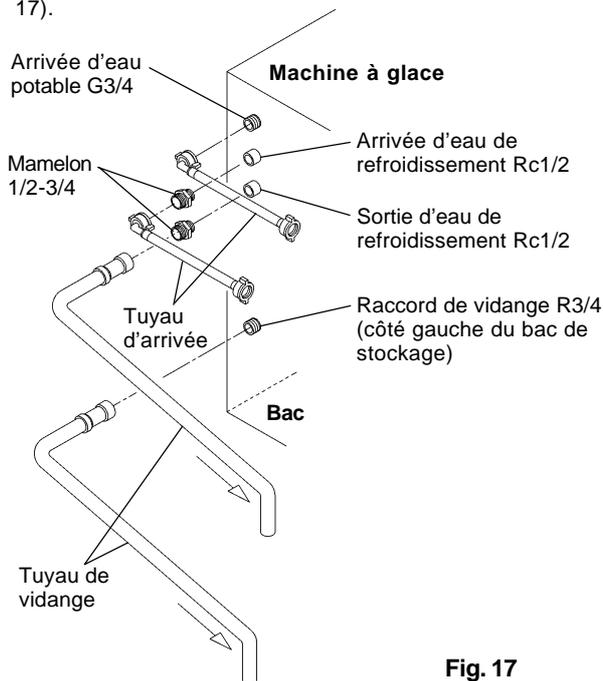

Fig. 17
[b] Raccordements en dehors des réglementations WRC à l'aide des tuyaux des accessoires (Fig. 17)
- 2) Utilisez les tuyaux des accessoires livrés pour effectuer les raccordements du condenseur et suivez les notices indiquées de 1 à 3 sous [a] jusqu'aux extrémités libres des mamelons 1/2-3/4 (Fig. 17).